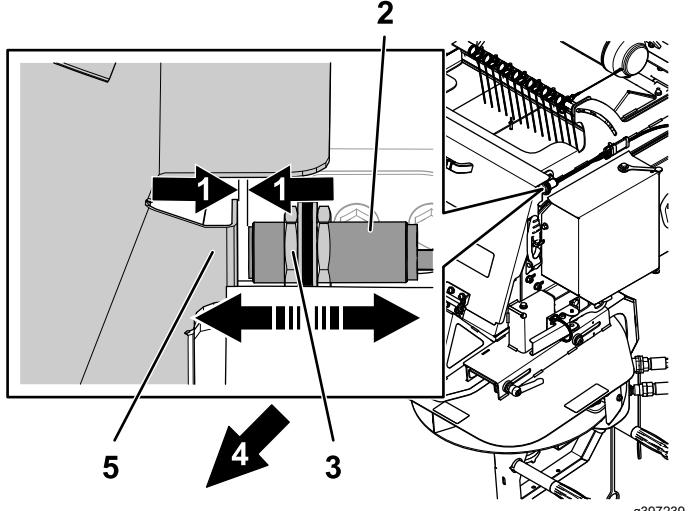

Figura 10
8. Regolate lo spazio tra tra il sensore e lo sportello della tramoggia a 3 mm come illustrato nella Figura 10 utilizzando i dadi di regolazione. La distanza non dovrà essere maggiore di 6 mm.